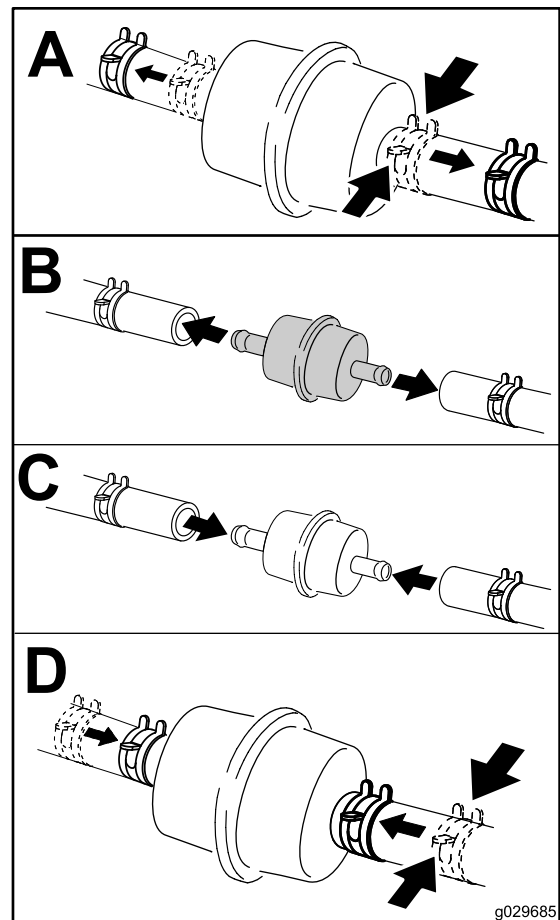

Figura 66
4. Remplacez le filtre à carburant (Figura 66).